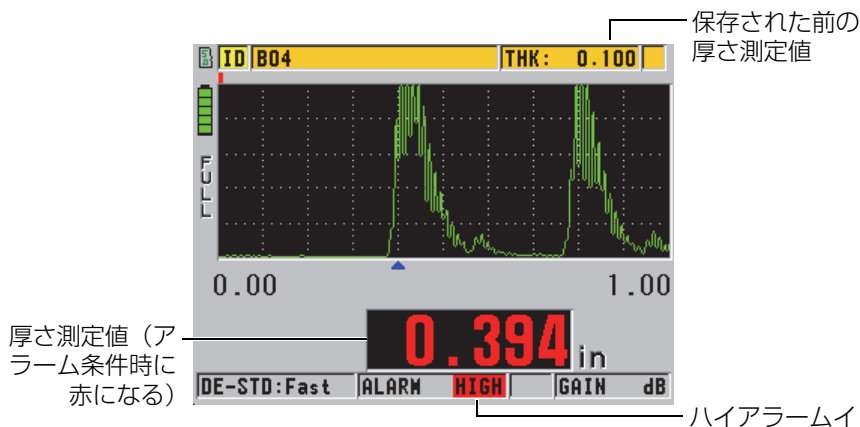

図 7-4 ハイアラームインジケータの例（波形表示オプションが有効な場合）
- ハイまたはローアラームインジケータが、測定画面の右下に赤い背景で点滅します（146 ページの図 7-4 を参照）。